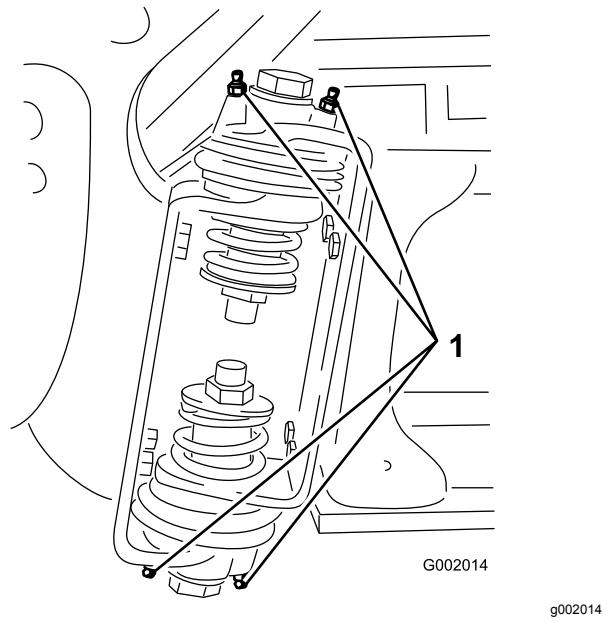

Figura 100
2. Pompat del grasso nel raccordo di ogni cuscinetto o boccola Figura 100.